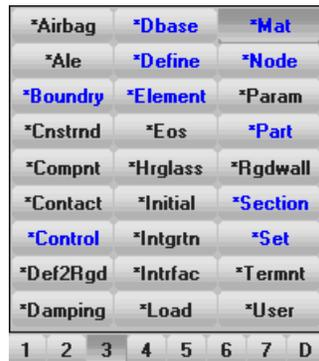

Рисунок 29. Кнопочное меню с нажатой кнопкой **Mat*
- В кнопочном меню, соответствующему закладке 3, выбираем **MAT* (Рисунок 29). Выбираем тип материала *001-ELASTIC* и нажимаем на кнопку *Edit*.